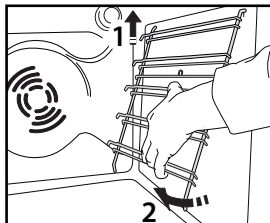

Fig. 5
2. Ta ut gallren genom att lyfta dem (1) och vrida dem (2) så som visas i bilden Fig. 5.